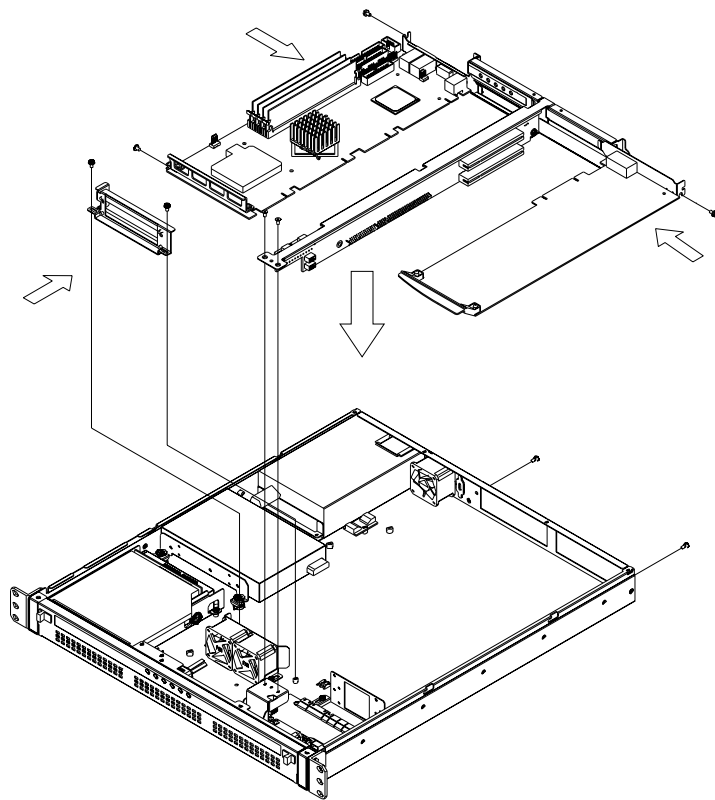

图 2.3: 安装 CPU 卡和附加卡
2. 将 CPU 卡（已安装 CPU、冷却器、RAM 和必要电缆）插入无源底板的插槽内，然后用螺丝固定好（如图 2.3 所示）。